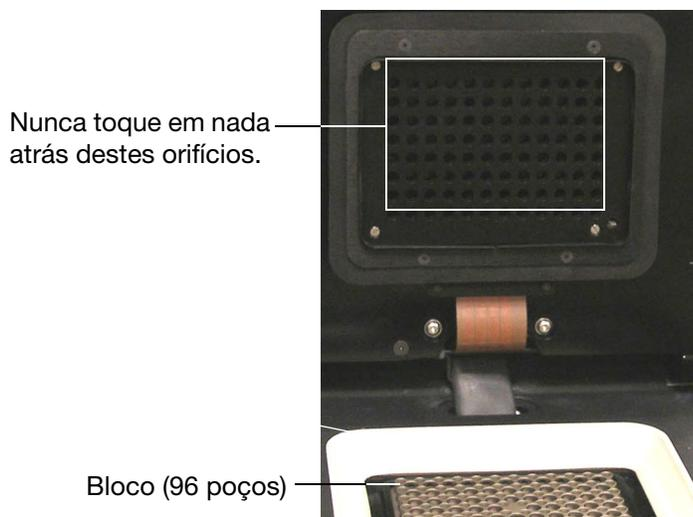

Figura 82. Orifícios da placa de aquecimento na tampa interior.
- Nunca limpe nem toque de outra forma no sistema óptico atrás dos orfícios da placa de aquecimento presentes na tampa interior (Figura 82 na página 118)
AVISO! Nunca toque no sistema óptico, localizado atrás dos orfícios da placa de aquecimento na tampa interior (Figura 82), nem permita que soluções entrem em contacto com o mesmo.